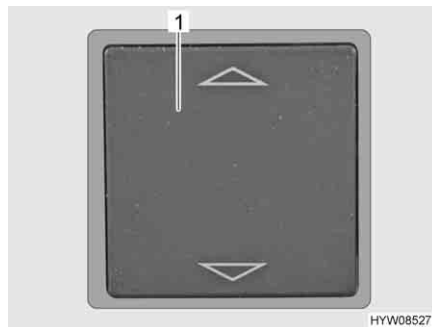

Fig. 13 Tasti per il ripostiglio con comando elettrico di regolazione altezza
- Premere la metà superiore dell'interruttore a bilico (Fig. 13,1) nell'area del piano di lavoro.
- Premere la metà inferiore dell'interruttore a bilico (Fig. 13,1) nell'area del piano di lavoro.